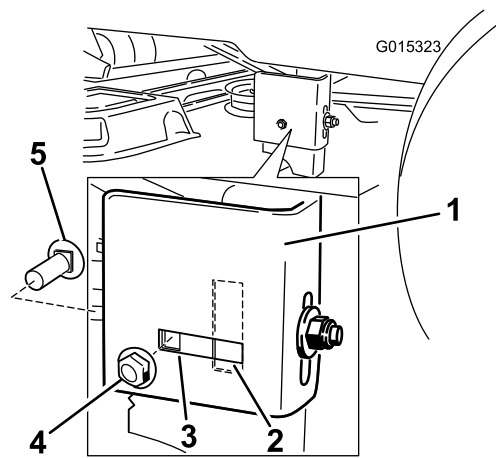

Figure 52
9. Desserrez l'écrou de blocage arrière sur le support jusqu'à ce qu'il soit possible de déplacer le support (Figure 52).
11. Arrêtez le tablier de coupe et vérifiez sa hauteur, puis serrez l'écrou de blocage arrière sur le support pour fixer cette nouvelle position (Figure 52). Serrez l'écrou de blocage latéral sur le support.